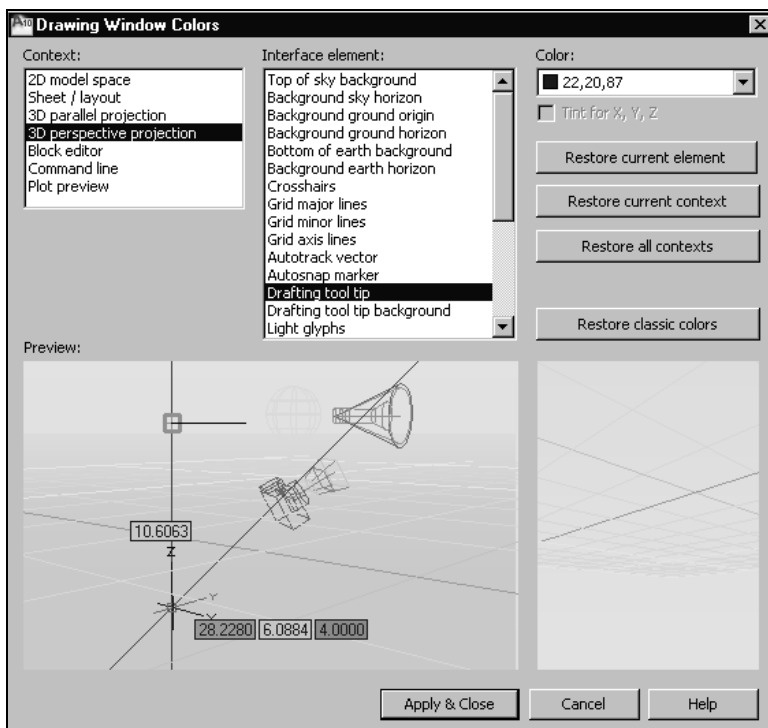

Рис. 1.29. Диалоговое окно для настройки цвета элементов интерфейса
7. Щелкните кнопку **Colors...** **Colors** (Цвета) для вызова диалогового окна **Drawing Window Colors** (Цветовая гамма окна чертежа) (рис. 1.29), в котором настройте цвет элементов динамического ввода.
2. Для вызова диалогового окна **Drawing Window Colors** (Цветовая гамма окна чертежа) (см. рис. 1.29) щелкните на этой вкладке кнопку  **Colors** (Цвета).